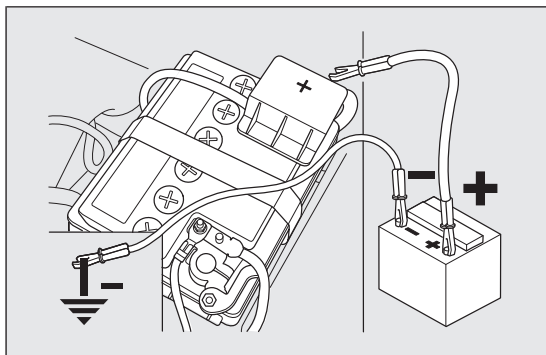

fig. 122
- ☐ brancher les bornes positives (signe + à proximité de la borne) des deux batteries à l'aide d'un câble spécial fig. 122